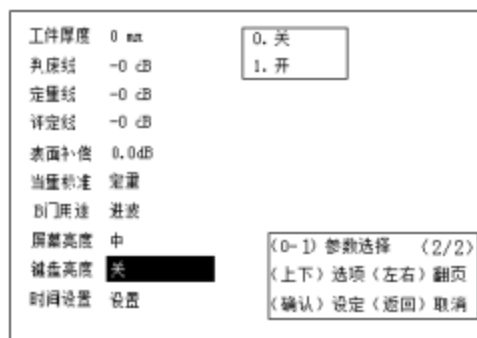

图 2-22
2.2.7.19 键盘亮度选择：按  键，亮度关反显，如图 2-22 所示